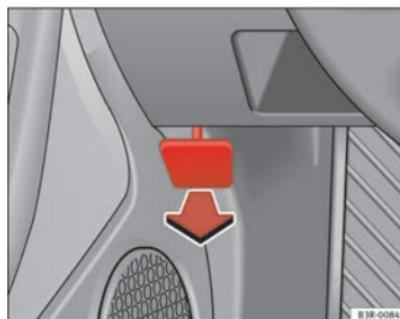

Fig. 164 Détail du plancher côté conducteur : levier d'ouverture du capot-moteur
- Tirez le levier situé sous la planche de bord dans le sens de la flèche ⇒ fig. 164.